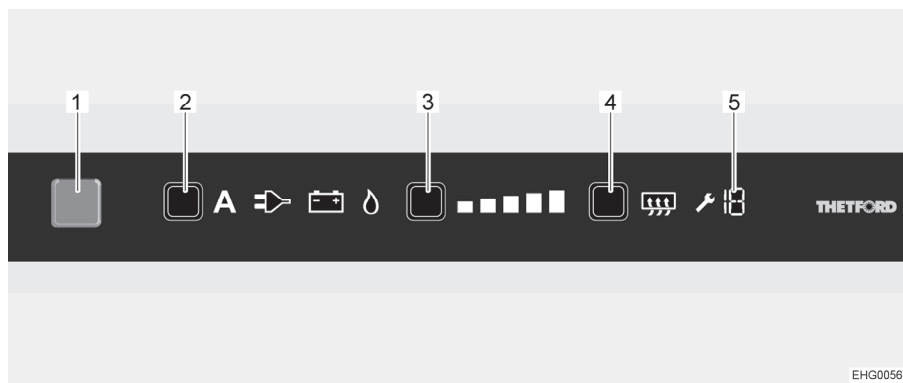

Bild 128 Reglage, knappar
När kylskåpet slås på väljs automatiskt den senast valda termostatinställningen. Denna inställning kan ändras manuellt med kylnivåknappen (Bild 128,3). De lysande staplarna på kylnivåindikatorn visar den valda termostatinställningen. Med hjälp av kylnivåknappen ställs kyltemperaturen in för alla tre energisätt. Det tar alltid några timmar innan man har en normal drifttemperatur i kylskåpet. Om en omkoppling sker till ett andra driftläge förändras termostatinställningen inte. Kyltemperaturen bibehålls oberoende av den valda energikällan.
- Tryck på på/av-knappen (Bild 128,1) i en sekund. Knappen tänds blå. Efter ca 10 sekunder dimmas indikeringen automatiskt för att spara ström.
- Tryck på energivalknappen (Bild 128,2) flera gånger tills önskad energikälla har valts.
- Tryck på kylnivåknappen (Bild 128,3) flera gånger tills önskad kylnivå har valts. Den aktuella kylnivån indikeras av lysande staplar.
- Tryck på på/av-knappen (Bild 128,1) i cirka 2 sekunder. Alla lampor slocknar. Kylskåpet är avstängt.